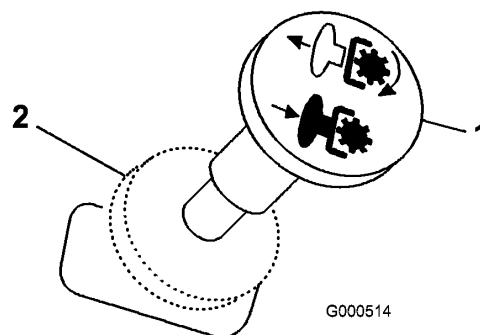

Figure 10
3. Placez la commande de prise de force (PDF) en position désengagée (Figure 10).
1. Placez la commande de PDF en position désengagée (Figure 10).